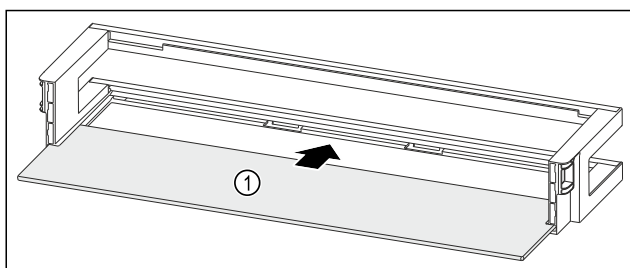

Fig. 277 Dørhylde med hylde
- Skub hylden Fig. 277 (1) ind i udsparringerne i siden.